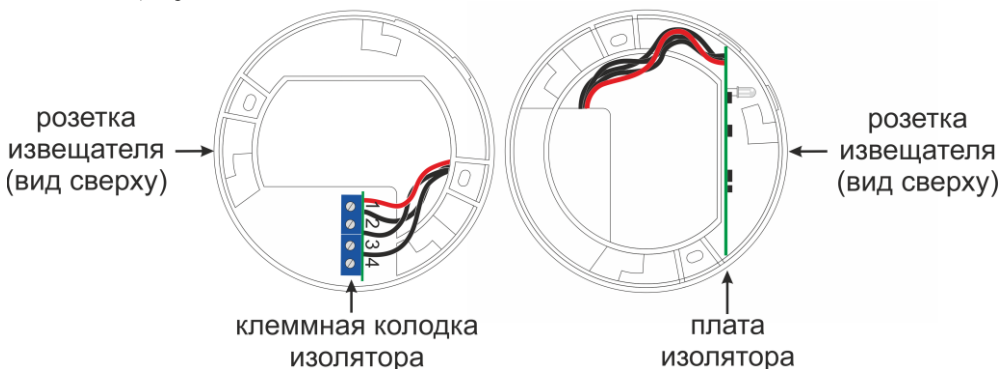

Рис.1. Внешний вид изолятора, установленного в розетку извещателя
Изолятор конструктивно состоит из платы изолятора, соединенной проводами с клеммной колодкой изолятора, которые при монтаже устанавливаются в розетку извещателя ИП 101-5-В «RF05-T» или ИП 212-5 «RF05-ДО» (см. рис.1).
- 6.1 Установить изолятор и клеммную колодку в розетку извещателя (см. рисунок 1).